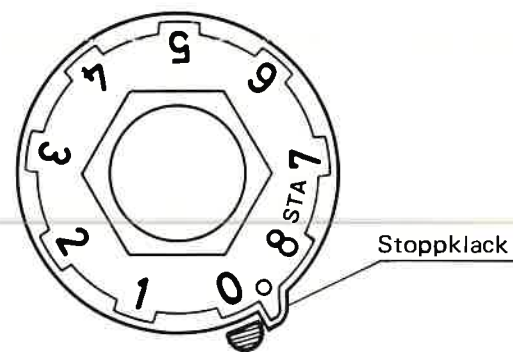

Fig. 3
5. Öppna ventilen tills visaren når stopplacken (Fig. 3). Ventilen är förinställd.